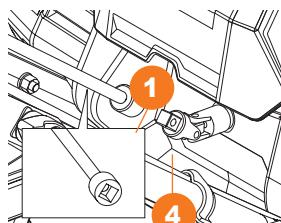

Рис. 7
- Присоедините вал изменения направления выброса ① к шарниру ④ поворотного механизма, расположенного под батарейным отсеком (Рис. 7).